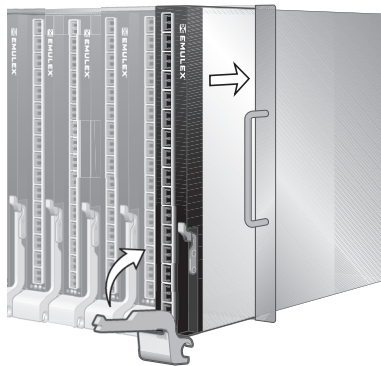

Figura 2. Instalación del módulo de transferencia
5. Rote el brazo de enganche hacia arriba hasta que quede nivelado con el panel frontal y la parte superior del brazo se apoye sobre el enganche como se muestra en Figura 2, Instalación del módulo de transferencia.